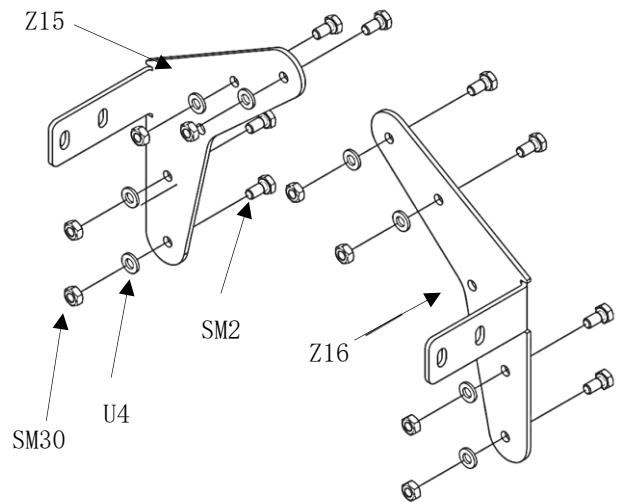

Abb. 30
- die beiden Giebelverbinder (links/rechts) (Pos. Z15/Z16) werden mit den entsprechenden Verschraubungen bestückt. (Abb. 30)